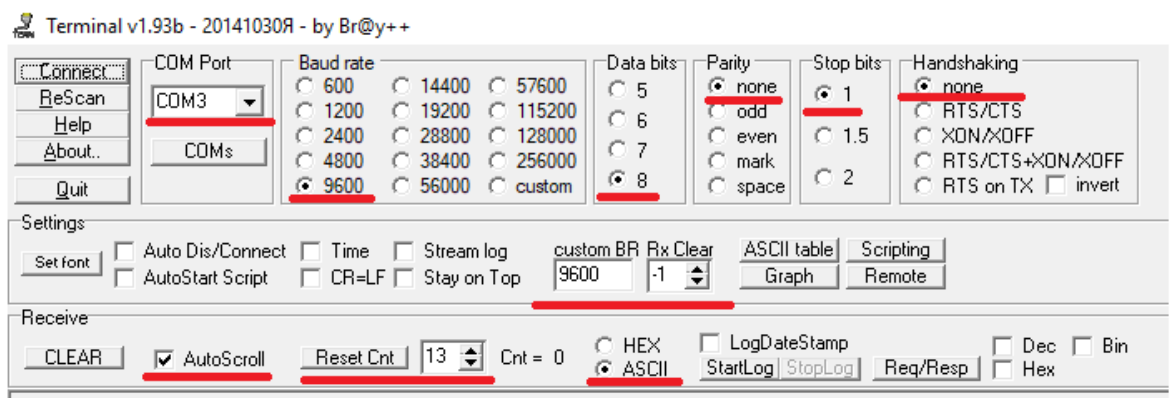

Рис.1 Настройка терминала.
2. После запуска необходимо установить параметры терминала как показано на Рис.1. Если к ПК подключено несколько устройств, то в строке COM-port необходимо указать тот, который используется для связи с отладочной платой Nucleo-L053R8.